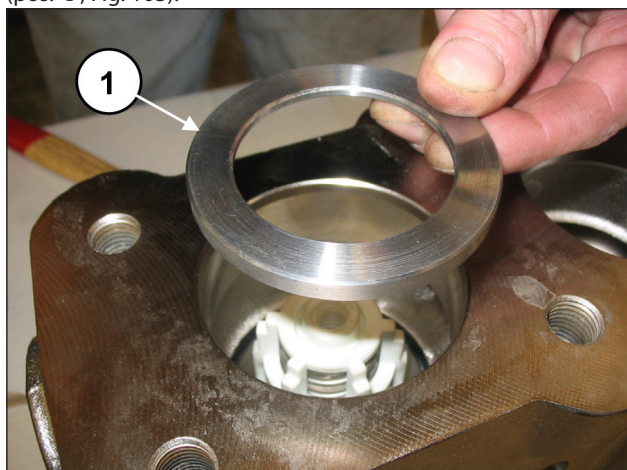
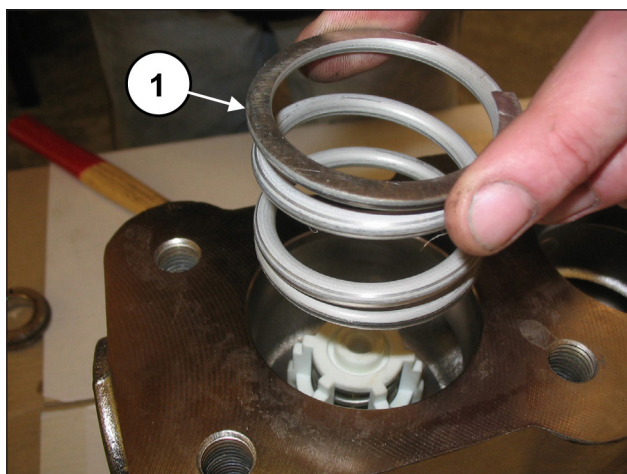

Fig. 102
Fig. 103
Insira o anel do local da válvula (pos. ①, Fig. 102) e a mola (pos. ①, Fig. 103).